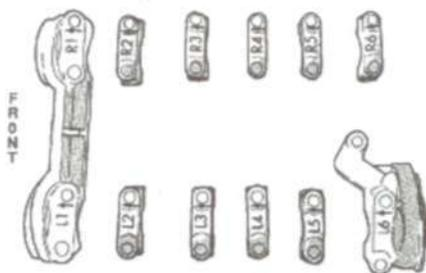

Рис. 17. Идентификация крышки подшипника распределительного вала
- (1) Снять крышку головки блока (см. п. 9-ДВИГАТЕЛЬ/ГОЛОВКА БЛОКА/КРЫШКА(И) ГОЛОВКИ БЛОКА-СНЯТИЕ)
- (2) Снять датчик положения распределительного вала и визирный магнит (см. п. 8-ЭЛЕКТРООБОРУДОВАНИЕ/УПРАВЛЕНИЕ ЗАЖИГАНИЕМ/ДАТЧИК ПОЛОЖЕНИЯ РАСПРЕДВАЛА-СНЯТИЕ)
- (3) Снять ремень привода ГРМ (см. п. 9 ДВИГАТЕЛЬ/ФАЗЫ ГАЗОРАСПРЕДЕЛЕНИЯ/РЕМЕНЬ ПРИВОДА ГРМ/ЦЕПЬ И ЗВЕЗДОЧКИ -СНЯТИЕ)
- (4) Снять звездочки распредвала и заднюю крышку ремня привода ГРМ (см. п.9 ДВИГАТЕЛЬ/ФАЗЫ ГАЗОРАСПРЕДЕЛЕНИЯ/РЕМЕНЬ ПРИВОДА ГРМ/КРЫШКА(И) ЦЕПИ -СНЯТИЕ)
- (5) Крышки подшипников идентифицируются по месту. Крышки наружных подшипников снимать первыми (Рис. 17).